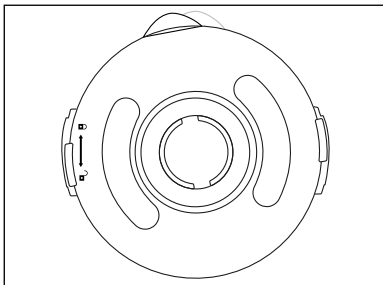

Abb. 1
- 1) Drehen Sie den Mixaufsatz ③ gegen den Uhrzeigersinn, bis der Griff des Mixaufsatzes über der Position  steht. Nehmen Sie den Mixaufsatz ③ gerade nach oben vom Motorblock ⑥ ab.
- 2) Entfernen Sie den Deckel ②, indem Sie ihn so weit gegen den Uhrzeigersinn Richtung Position  drehen (siehe Abb. 1), bis Sie ihn nach oben abziehen können.
- 1) Nehmen Sie den Mixaufsatz **3** vom Motorblock **6**. Entfernen Sie für eine bessere Standfestigkeit den Deckel **2**, indem Sie ihn so weit gegen den Uhrzeigersinn Richtung Position  drehen (siehe Abb. 1), bis Sie ihn nach oben abziehen können.